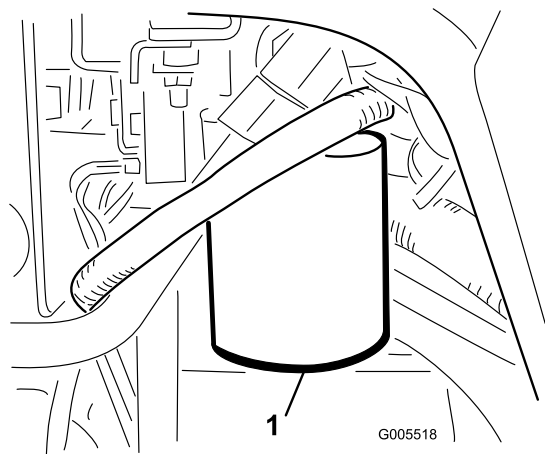

Bild 60
1. Reinigen Sie den Anbaubereich des Filters (Bild 60). Stellen Sie ein Auffanggefäß unter den Filter und entfernen den Filter.